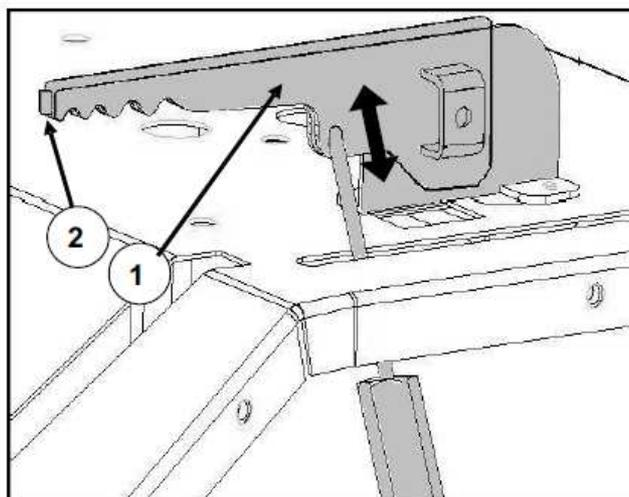

Fig. 4-14
- Puxe a alavanca (1-Fig. 4.14) por completo para acionar o travão de estacionamento.
Puxe a alavanca levemente (1), empurre o botão (2), deixe a alavanca para baixo e solte o botão (Fig. 4.14).
**Válvula de saída:** desligue a válvula de saída (4) quando não está a usar o reboque.
**Acoplamento:** certifique-se de que a anilha está limpa e sem danos quando a ligação é feita. Depois disso verifique a ligação para o vedante (5).